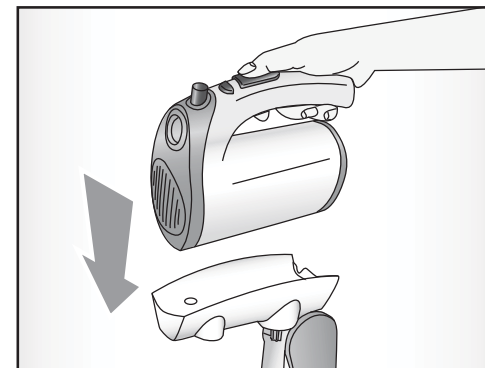

Fig. 3
- Установить корпус двигателя (F) на ручку подставки (В), совмещая задние штифты корпуса двигателя с отверстиями на подставке, сместить его немного вперед до щелчка (Рис. 3).